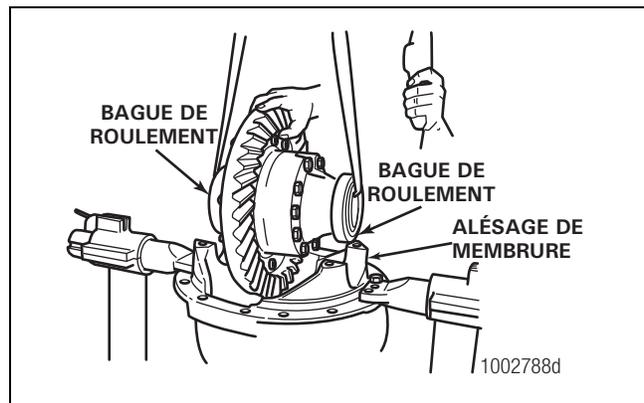

Figure 5.51
4. Installer les bagues de roulement sur les cônes de roulement déjà assemblés aux demi-boîtiers de différentiel. Figure 5.51.
5. Soulever avec prudence le différentiel et la couronne, puis installer l'ensemble dans la tête de pont. Les bagues de roulement doivent reposer d'équerre dans les alésages entre les membrures de la tête de pont. Figure 5.51.